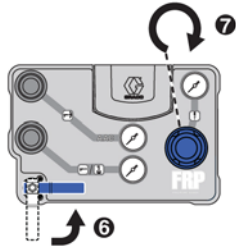

FIG. 28
7. Portare la valvola a sfera di alimentazione dell'aria principale in posizione aperta. Vedere FIG. 28.
8. Ruotare lentamente il regolatore di pressione dell'alimentazione dell'aria principale in senso orario finché il manometro dell'alimentazione dell'aria principale non mostra la pressione desiderata. Vedere FIG. 28.